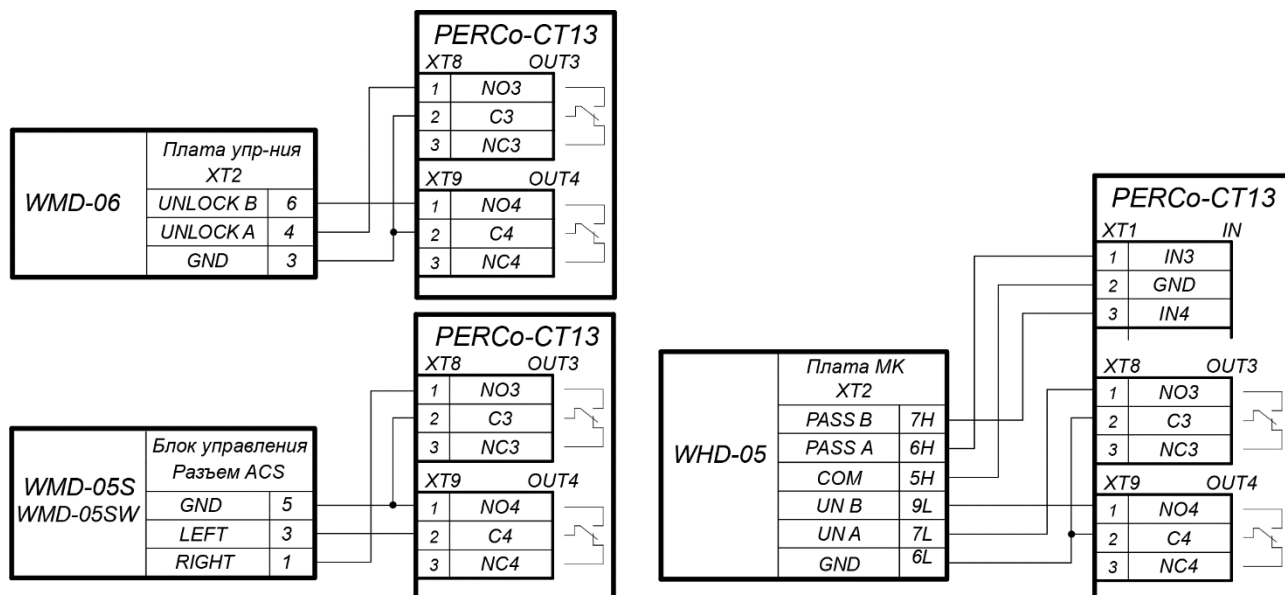

Рисунок 19. Схемы подключений калиток
2. Дополнительный турникет или калитка (ИУ №2) подключается к клеммным колодкам **XT1, XT8, XT9** нижней платы контроллера в соответствии со схемой для данного типа изделия (см. рис. 19, 18).